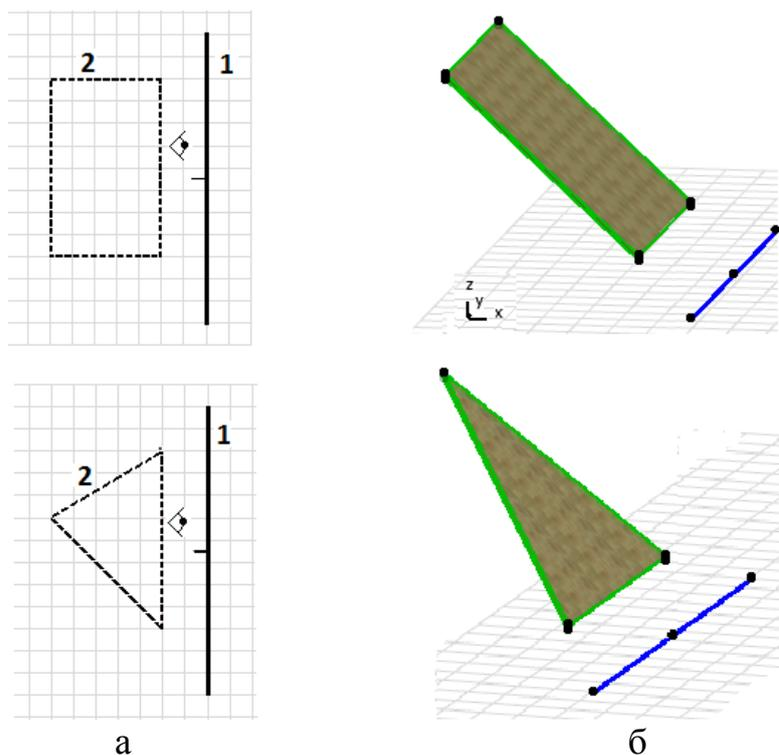

Рисунок 3 - Построение простых скатных крыш:
В начале работы с простыми скатными крышами в окне подсказок *Панели управления* предлагается провести *Базовую линию крыши* (1) и, указав затем щелчком мыши направление подъема крыши (*курсор-глаз*), нарисовать контур крыши (2) в основании (многоугольник или прямоугольник) (рисунок 3,а).
Полезно сразу же провести разрез в плоскости подъема ската для проверки правильности выбранного направления и угла подъема, а также посмотреть на полученный скат в 3D-окне. Базовая линия в 3D-окне всегда невидима. Но при выделении крыши одновременно с узловыми точками периметра видны и узловые точки базовой линии (рисунок 3,б). Наличие на планах как бы «лишних» базовых линий не должно смущать, так как на печать они не выводятся, а на экране их можно подавить с помощью опции *Не показывать базовые линии крыши* в меню *Параметры* —> *Вывод на экран*.